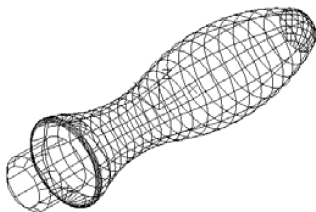

图 10-10 二维线框图
(1) 二维线框 (2): 用直线和曲线表示对象的边界。光栅和 OLE 对象、线型和线宽都是可见的。即使将 COMPASS 系统变量的值设置为 1, 也不会出现在二维线框视图中。图 10-10 所示是 UCS 坐标和手柄的二维线框图。